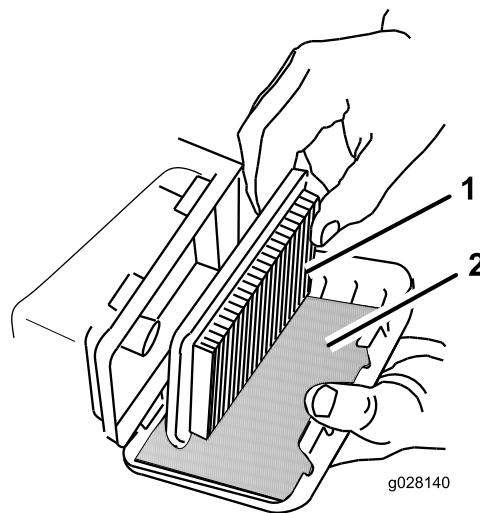

Figura 22
3. Retire el filtro de aire de papel y el pre-filtro de gomaespuma (**Figura 22**).